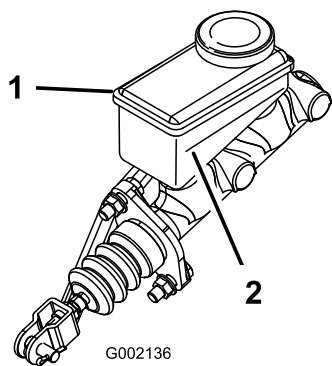

図 18
3. タンクの側面についているマークで、量を点検する 図 18。
B. 最低ラインより上まで DOT 3 ブレーキ液を補給する 図 18。